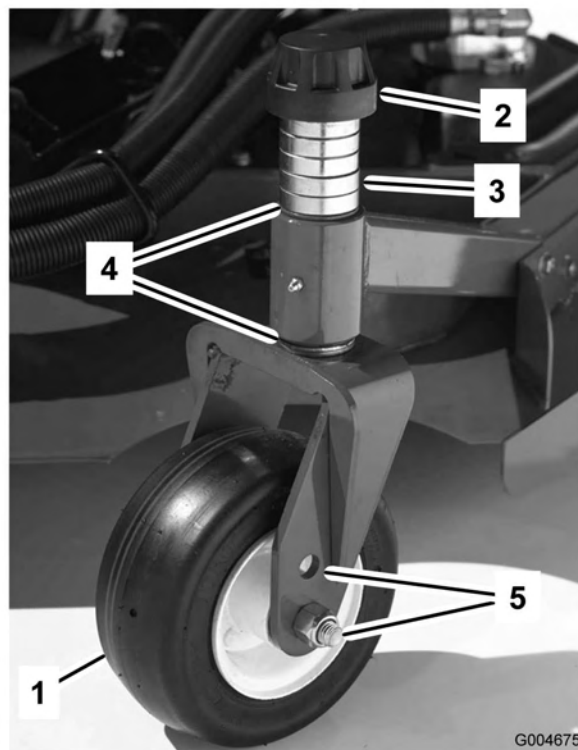
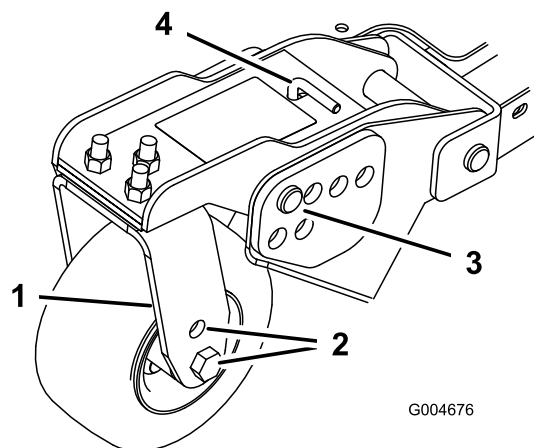
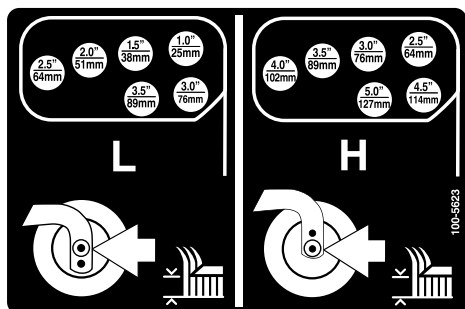

Figura 18
Figura 20
Figura 21
1. Coloque os eixos da roda giratória nos mesmos orifícios em todas as forquilhas da roda giratória (Figura 18 e Figura 20). Consultar o quadro seguinte para determinar quais os orifícios adequados para cada posição.
2. Retire a tampa de fixação do eixo roscado e desloque o fuso (Figura 18) para fora do braço da roda giratória. Coloque ambos os calços (3 mm) no eixo, tal como se encontravam originalmente. Estes calços são necessários para atingir a mesma altura ao longo de toda a largura das unidades de corte. Desloque um número apropriado de cunhas de 13 mm para o eixo para obter a altura de corte desejada; em seguida, desloque a arruela para o eixo.
4. Retire o contrapino tipo grampo e o pino de segurança dos braços articulados da roda giratória (Figura 20).
com a altura desejada dos orifícios da altura de corte na estrutura da unidade corte (Figura 20 and Figura 21).